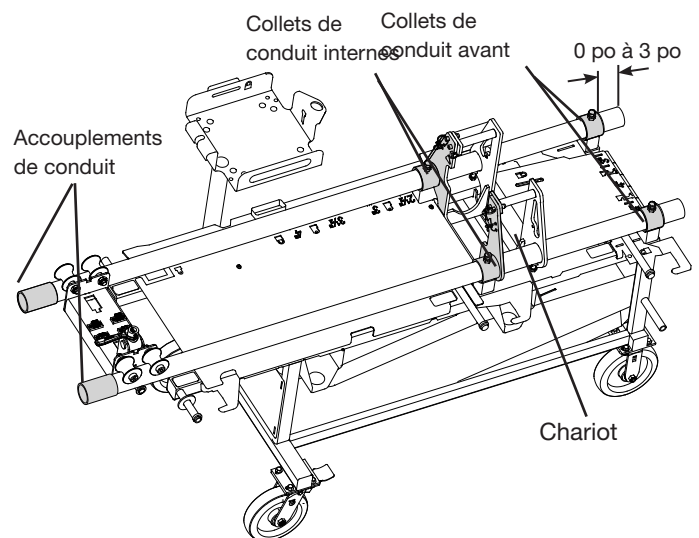

Figure 1
5. Vérifier que les barres de conduite et le chariot sont dans la bonne position. Le chariot doit toucher les collets de conduit internes et le conduit ne doit pas dépasser les collets avant de 3 po (Fig. 1).
6. Vérifier que les raccords de conduit (Fig. 1) sont bien fixés et serrer à la main si nécessaire. Un couplage lâche pourrait permettre à l'étau de tomber de l'extrémité du conduit. Retirer ces raccords pour déposer l'étau.